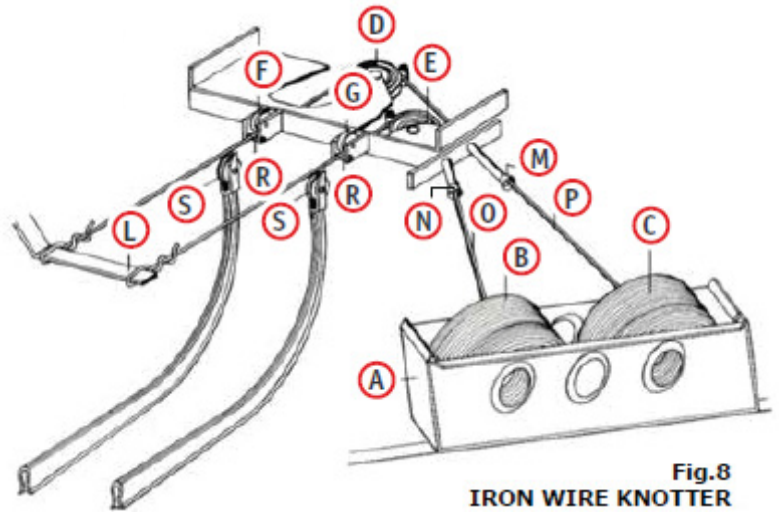

Fig.8
- b) ANUDADOR DE ALAMBRE (Fig. 8). Las poleas D,E, F y G están dañadas o bloqueadas, los bujes (M) y (N) están gastados. Por favor remplace todos los componentes dañados.